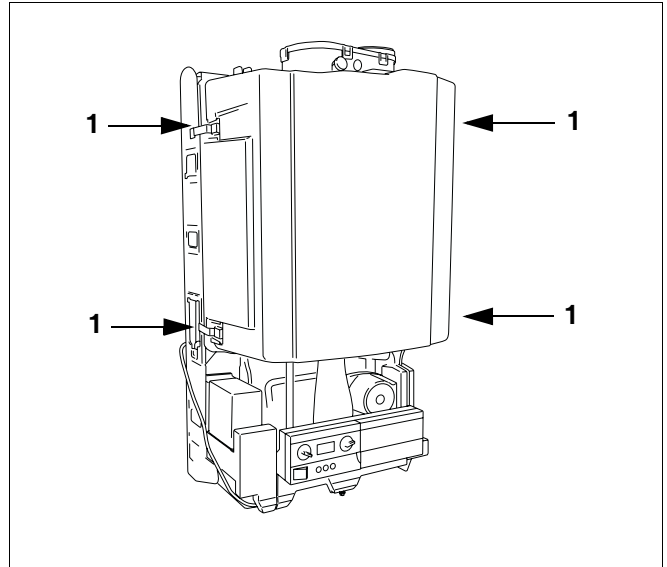

Abb. 44 Brennerhaube abnehmen
- Schnellverschlüsse an der Brennerhaube öffnen (Abb. 44, **Pos. 1**) und Brennerhaube abnehmen.